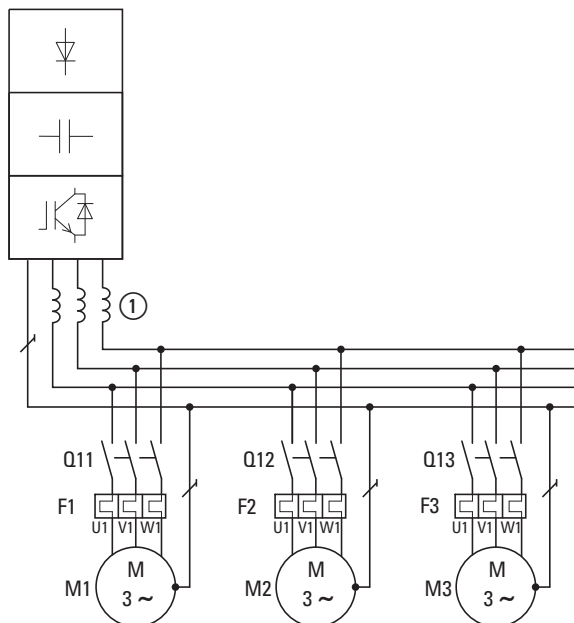

Рисунок 12: Параллельное подключение нескольких двигателей к одному частотно-регулируемому приводу
Для компенсации искажений следует применять реакторы двигателя (см. ① на Рис. 12) на выходе привода.